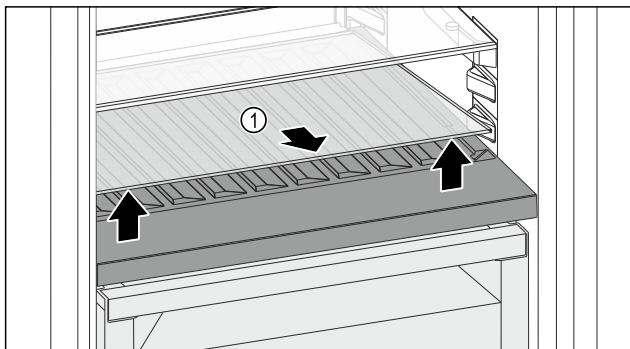

Fig. 166
- Dvignite stekleno ploščo Fig. 166 (1) pri odprtini spredaj in jo odstranite.
- Stekleno ploščo Fig. 166 (1) varno shranite zunaj naprave.
- Stekleno ploščo (2) vložite pod prilagodljivo stojalo za steklenice.